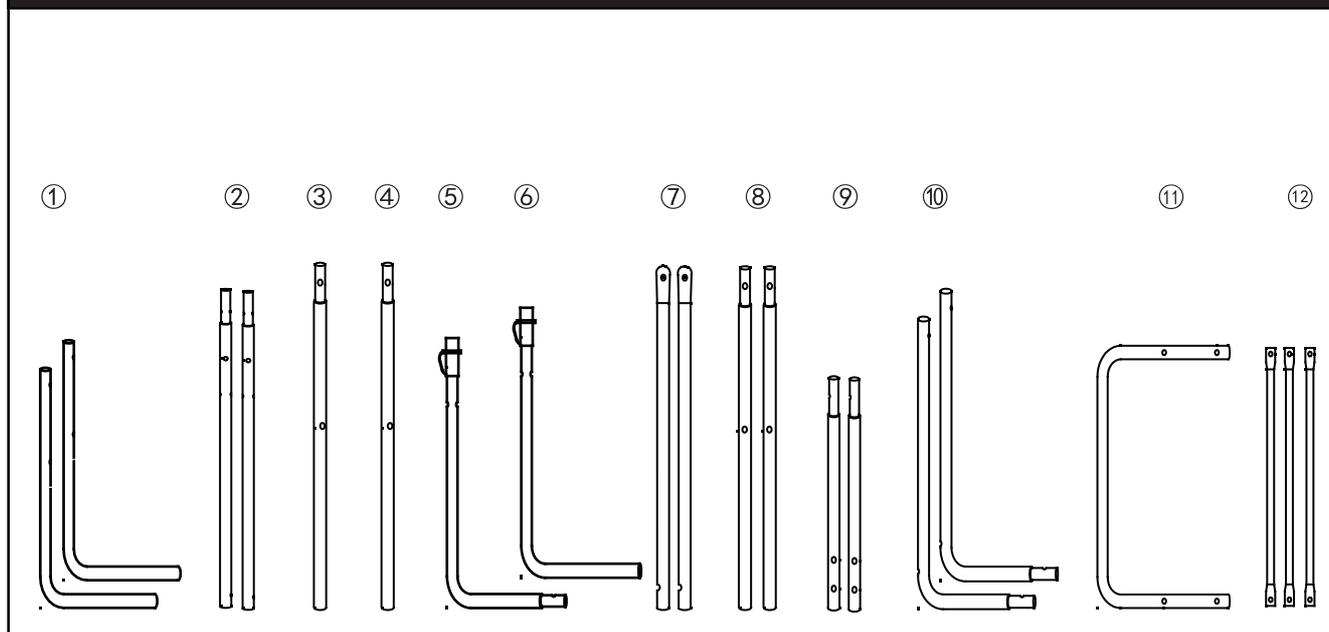

FIG. 1 & 2
3. Fixez les tubes 2 (#2) aux tubes 3 et 4 (#3 & #4) en utilisant le verrou à ressort (préinstallé) comme montré sur la FIG.1.